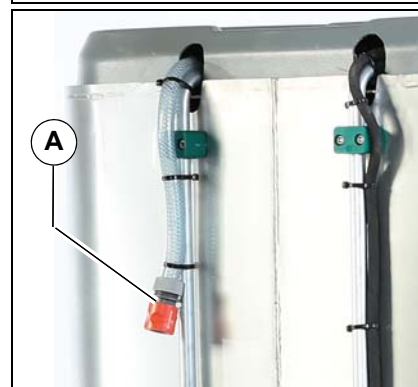

Fig. 105:
2. Raccorder un tuyau à eau au branchement d'eau **Fig. 105-A** de la cuve à déchets.